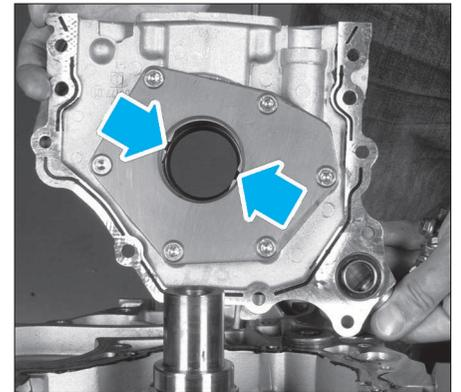

FIG. 18
- Engager la pompe à huile sur le vilebrequin en alignant les deux méplats de la pompe sur ceux du vilebrequin (Fig.18).